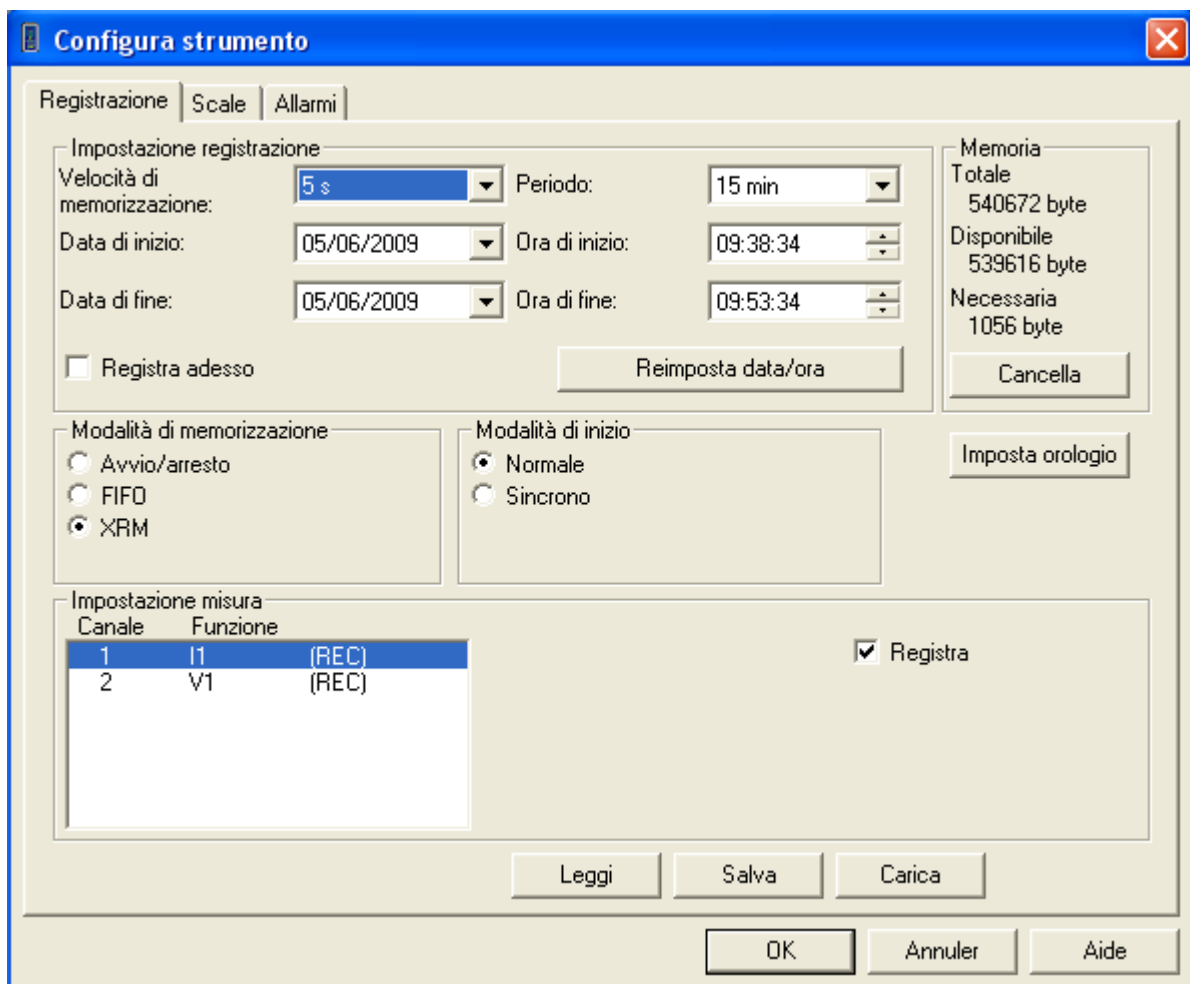

Figura 2-3
2. Selezionate in seguito la linea Configura mediante il menù Strumento. Si apre allora una finestra di dialogo di configurazione, identica a quella rappresentata più avanti (figura 2-3).
La figura 2-3 rappresenta la prima pagina (Registrazione) e vi permette di impostare i seguenti parametri: